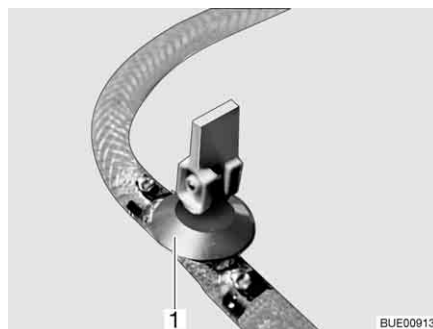
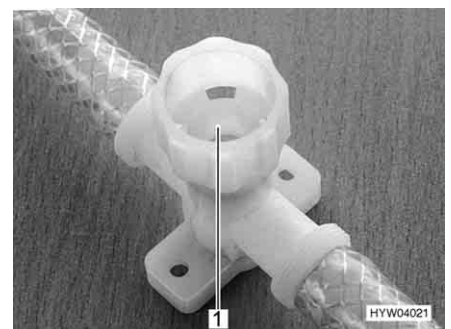

Bild 211 Ablasshahn (mit Kipphebel)
Bild 212 Ablasshahn (mit Drehkappe)
- Alle Ablasshähne öffnen. Dazu den Kipphebel des Ablasshahns (Bild 211, 1) senkrecht stellen oder die Kappe des Ablasshahns (Bild 212, 1) entgegen dem Uhrzeigersinn drehen.